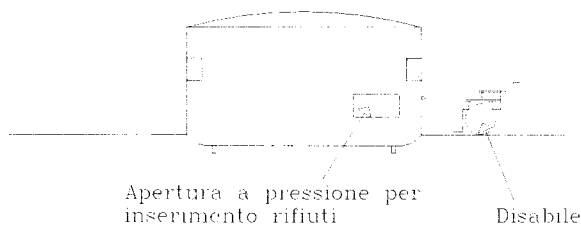

Figura n. 2
- nell'avere una doppia entrata dei rifiuti e quindi una doppia tramoggia : quella inferiore per il conferimento dei rifiuti da parte dei disabili, soprattutto quelli in carrozzella, quella superiore per i “normodotati”, figura n. 2;